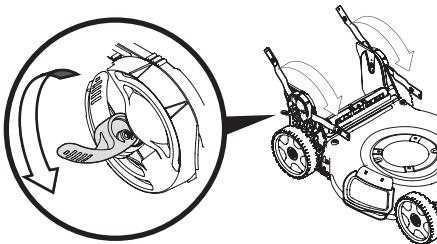

Figura 11
- Destrabe las dos palancas de liberación de manija. Vea el recuadro de la Figura 11.